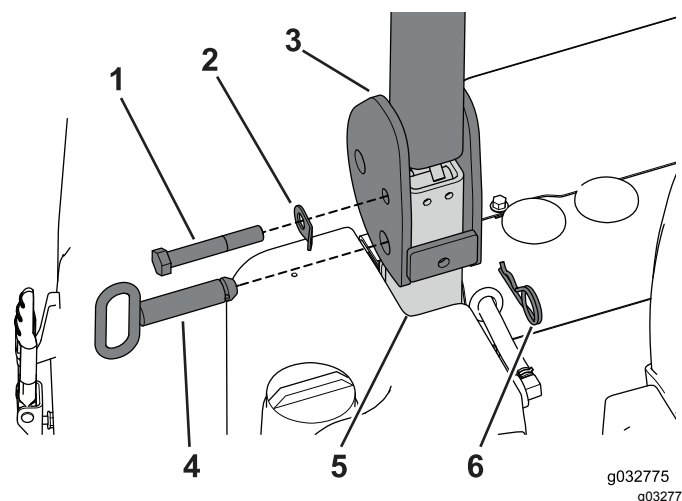

図 46
2. ヘアピンとピボットロックピンをROPSから外してヘアピンを脇に置く 図 46。